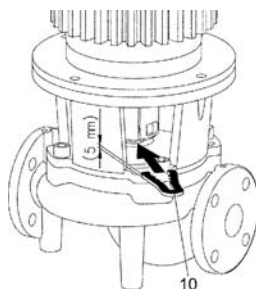

Fig. 19: Atașarea barei de montaj
- Împingeți bara de montaj (Fig. 19, poz. 10) între piesa intermediară și cuplaj. Furca de montare trebuie să stea fixă, fără joc.